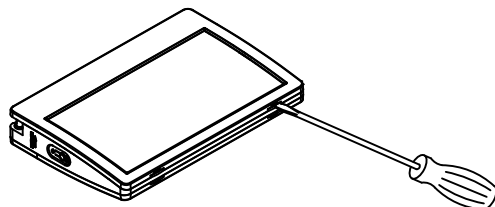

Fig. 1
1. Open front cover by using a flat screwdriver, remove the front cover (Fig. 1) and rear cover&diffuser, replace with the flat back plate, knockout appropriate mount screw hole and cable.
1. Ouvrir le couvercle avant à l'aide d'un tournevis plat, retirer le couvercle couvercle avant (Fig. 1) et le couvercle arrière et le diffuseur, remplacer par la plaque arrière plate, percer le trou de vis approprié pour le montage et le câble.